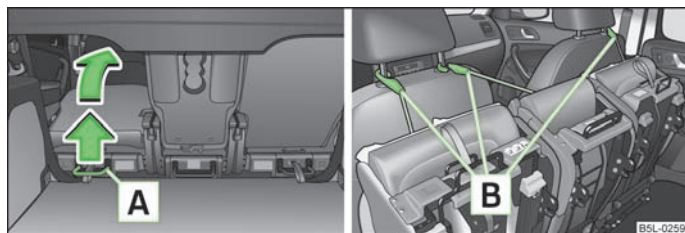

Fig. 50 Abatir completamente el asiento hacia adelante/bloquear el asiento abatido
- Tirar de la palanca **A** » fig. 50 hacia arriba y abatir el asiento completamente hacia delante.
- Bloquear el asiento abatido con ayuda del cinturón de fijación **B** en una barra guía del reposacabezas del asiento delantero » fig. 50.